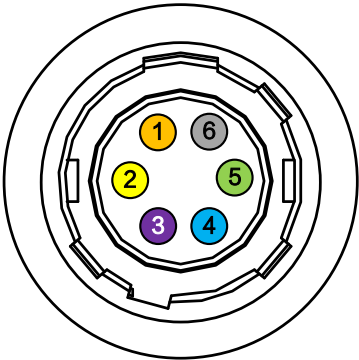

图4-2 6-pin P7 接口图
相机的电源及 I/O 接口为 6-pin P7 接口，接口图如 图4-2 所示，对应的管脚定义如 表4-2 所示。
- 图4-2 与 表4-2 中所示的线芯仅为本公司销售的线缆线序以及对应的线芯颜色，若线缆不是从本公司购买，请以实际线序以及对应线芯颜色为准。